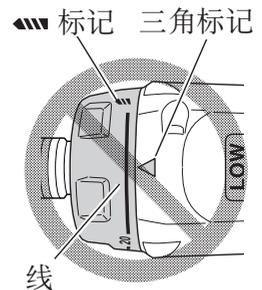

图 11
- 当离合器转盘位于“20”和钻机标记“▨”之间时，请勿使用本机，否则会造成损坏。（请参照图 11）